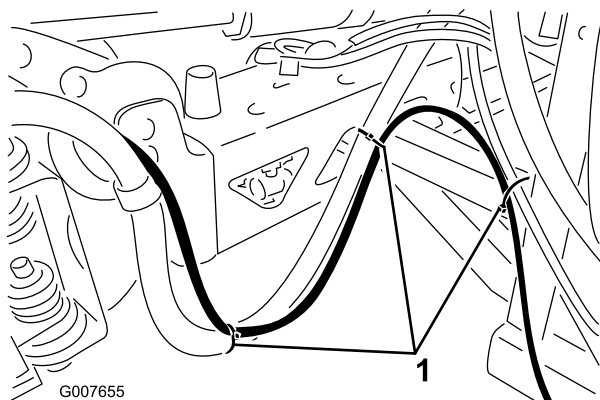

Figure 9
- C. Continuez d'acheminer le flexible le long du flexible d'alimentation de rampe existant. Utilisez des attaches en plastique pour fixer le flexible au renfort aux emplacements indiqués à la Figure 9.